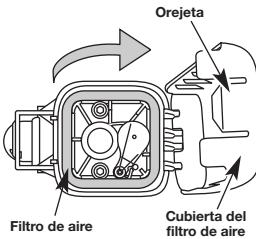

Fig. 21
1. Abra la tapa del filtro de aire. Empuje hacia adentro la lengüeta que está en lado derecho de la tapa. Después hale hacia afuera y arriba la lengüeta derecha del filtro de aire. (Fig. 21).
2. Retire el filtro de aire (Fig. 21).